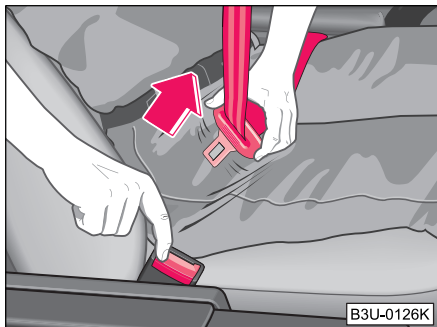

Fig. 96 Retirar la lengüeta del cierre del cinturón
- Pulse la tecla roja situada en el cierre del cinturón ⇒ fig. 96. La lengüeta salta fuera impulsada por un resorte.